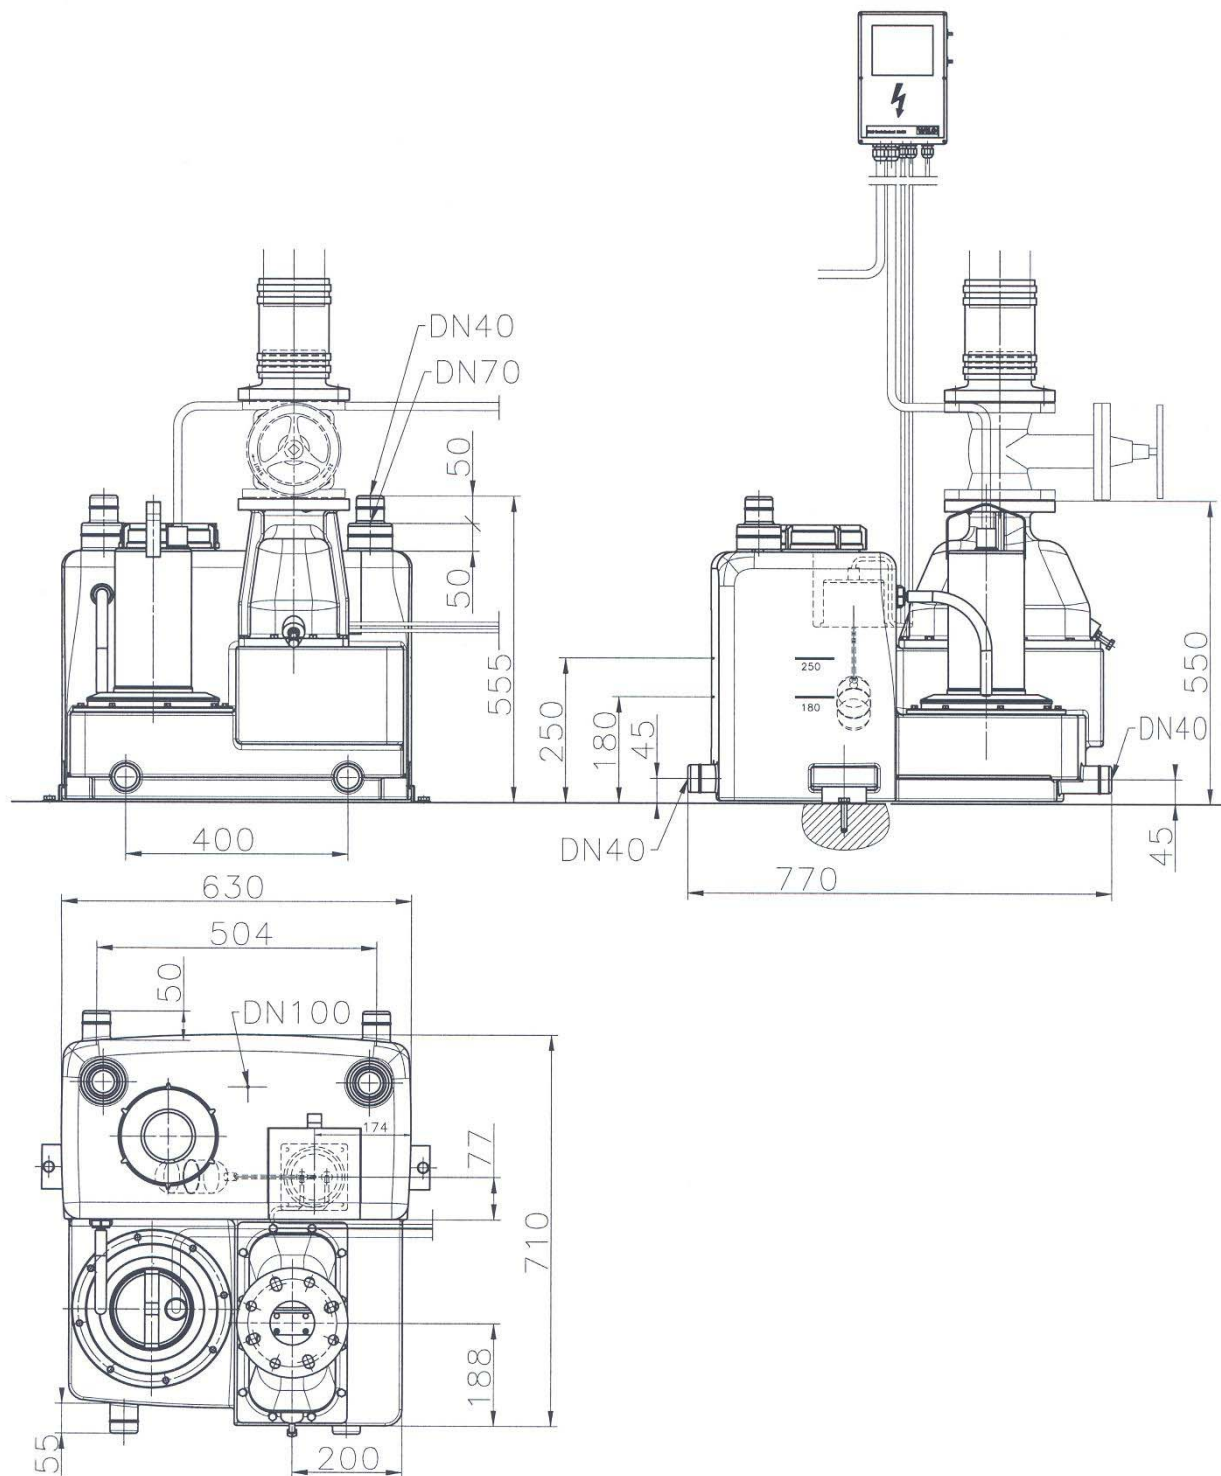

Рис. 1. Схема монтажа DrainLift M1
- Соблюдайте размеры согласно схеме монтажа (Рис. 1 - 4).